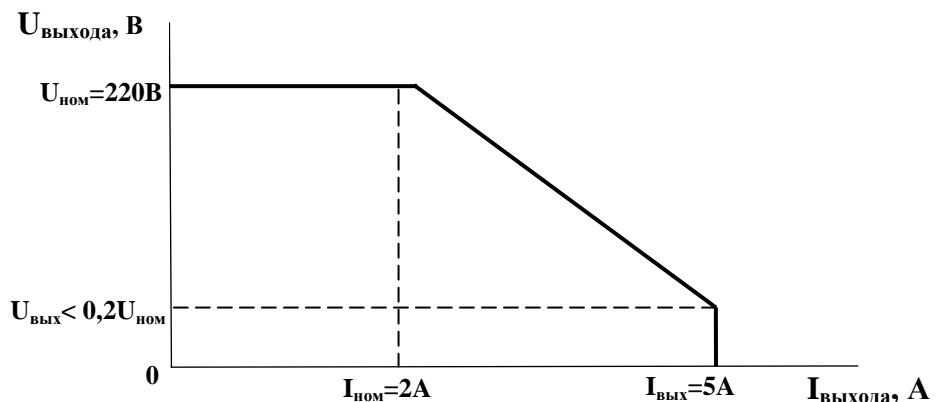

Рис.1
* В ИПС-500-220В/220В-2А-D реализована функция динамической перегрузочной способности по току, что позволяет обеспечить селективную защиту вторичных цепей источника питания при наличии нескольких нагрузок. При возникновении короткого замыкания в одной из цепей произойдет увеличение выходного тока ИПС до 2,5 Iном и, вследствие этого, отключение только поврежденной нагрузки. Зависимость выходного напряжения ИПС от выходного тока приведена на рис.1.